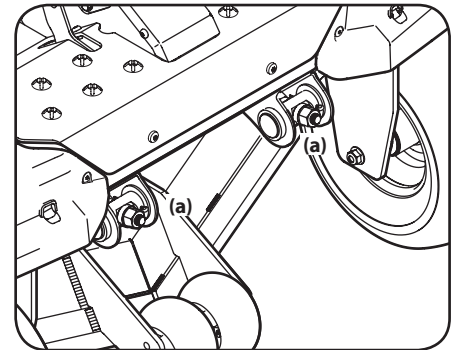

Figure 4-9
5. Pour relever le devant du plateau de coupe, desserrez les écrous autobloquants à l'avant des axes de pivot (a) à l'aide d'une clé. Ensuite, serrez les contre-écrous situés à l'arrière des axes de pivot (a) pour relever le devant du plateau de coupe et le maintenir en place. Voir Figure 4-9.
6. Pour abaisser le devant du plateau de coupe, desserrez les contre-écrous à l'arrière des axes de pivot (a) à l'aide d'une clé. Ensuite, serrez les écrous autobloquants à l'avant des axes de pivot (a) pour abaisser le devant du plateau de coupe et le maintenir en place. Voir Figure 4-9.